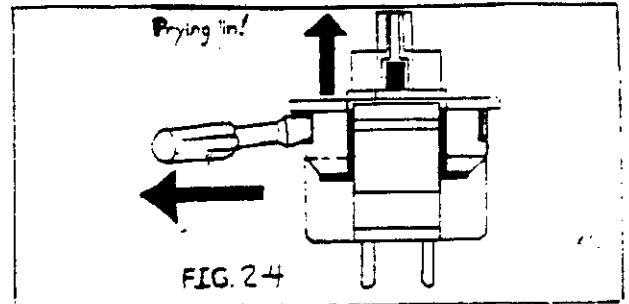

FIG. 2-4
13. ONCE THE KEY IS REMOVED, THE TOP OF THE KEY MUST BE TAKEN OFF BY PUTTING A SCREW DRIVER IN THE POSITION AS SHOWN IN FIG. 2-4. NOW PRY OUT THE PLASTIC CLIP THAT HOLDS THE TOP DOWN, ALSO SHOWN IN FIG. 2-4. WHILE DOING THIS TRY LIFTING THE TOP OFF.